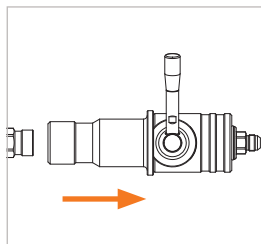

Abbildung 6
- ▶ Heben Sie den Schlauch an der Füllkupplung leicht an und ziehen Sie die Füllkupplung gerade vom Tanknippel ab (*Abbildung 6*).